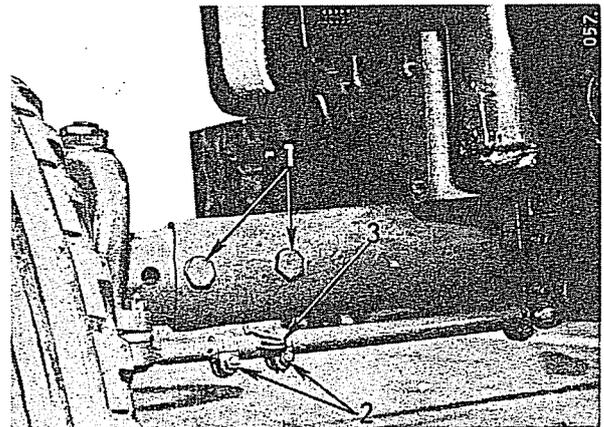

Fig. 70
La voie des roues avant peut varier de 1220 à 1720 mm par intervalles de 100 mm grâce au coulisement des extensions d'essieu qui peuvent occuper huit positions de chaque côté. Des boulons de fixation (1, Fig. 70) assurent la rigidité du montage.
- Soulevez le tracteur à l'aide d'un cric placé sous l'essieu avant et enlevez les boulons d'extension (1, Fig. 70). Retirez ensuite l'attache-rapide (3) et desserrez les écrous des brides de serrage (2) de la barre d'accouplement.
- Tirez alors les extensions d'essieu avant d'une même quantité de chaque côté jusqu'à la largeur de voie désirée. Remplacez les boulons (1) et resserrez-les. La largeur de voie maximum peut encore être